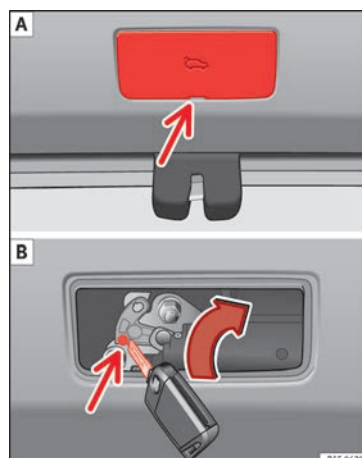

Fig. 7 Coffre à bagages, côté droit : accès au déverrouillage d'urgence.
- Retirez le volet en insérant un tournevis dans la rainure » **fig. 7 A.**
- Introduisez la clé dans l'orifice prévu à cet effet et tournez-la dans le sens de la flèche jusqu'à libérer le loquet » **fig. 7 B.**